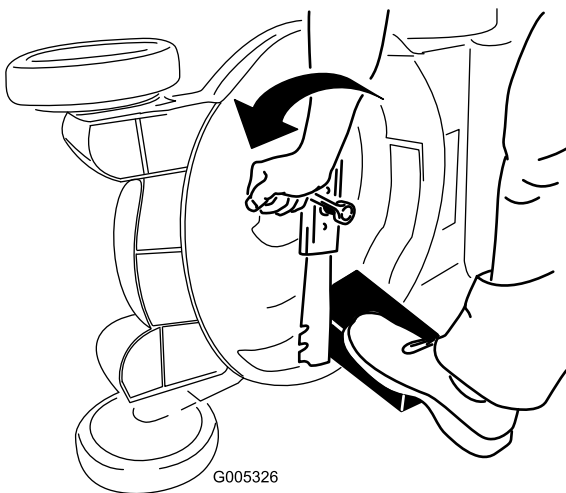

Figura 25
3. Utilice un bloque de madera para inmovilizar la cuchilla (Figura 25).